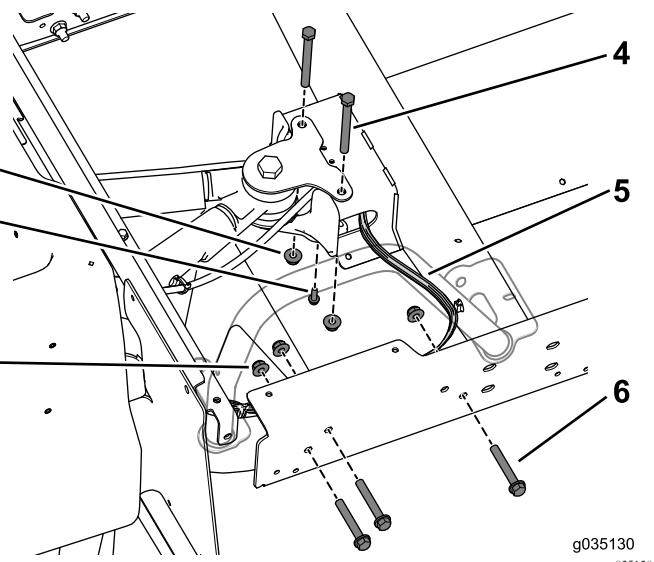

Рисунок 77
удлинительную балку на заднюю раму (Рисунок 77). Выполните эти действия на обеих сторонах автомобиля.
Примечание: Убедитесь, что жгут проводов выходит из центрального швеллера с правой стороны (Рисунок 77).
- Используйте самонарезающий винт (1/4 x 3/4 дюйма) для крепления тройника тормозной трубы к центральному швеллеру (Рисунок 77).
- Используйте два болта (3/8 x 3-3/4 дюйма) и фланцевые гайки, чтобы свободно установить, не затягивая, центральный швеллер на заднее крепление (Рисунок 77).